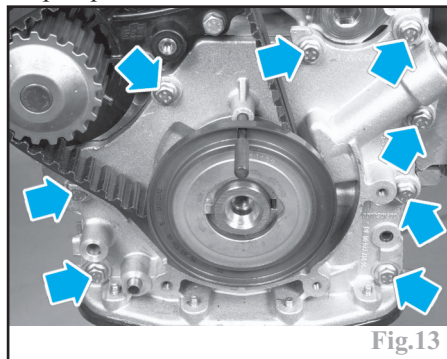

Fig.13
- les huit vis de la pompe à huile en bout de vilebrequin (Fig.13).